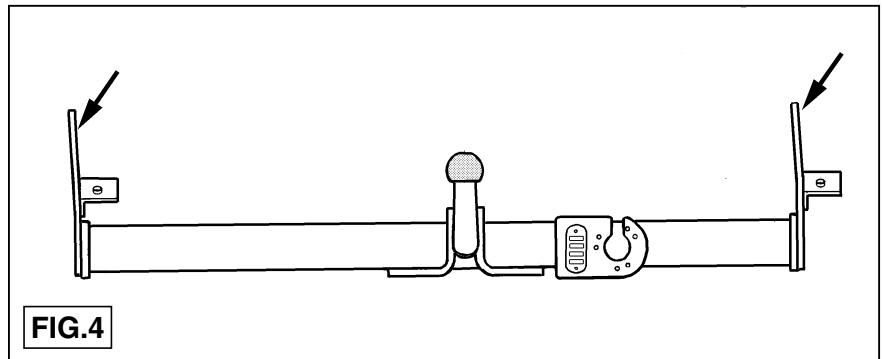

FIG.4
- Plaats bevestigingsplaat A aan de buitenzijde van het linker-chassis en bevestig deze t.p.v. de punten B d.m.v. twee bouten M12x1.25x35 inclusief veer,- en sluitringen handvast. Plaats bevestigingsplaat C aan de binnenzijde van het rechter-chassis en bevestig deze t.p.v. de punten D d.m.v. twee bouten M12x1.25x35 inclusief veer,- en sluitringen handvast. Attentie! Raadpleeg fig.4 voor de juist montage van de bevestigingsplaten A en C.
lock washers. Tighten finger-tight. Warning! Study Figure 4 for the correct fitting of mounting plates A and C.
2. Die Befestigungsplatte A an die Außenseite des linken Fahrgestells anlegen und bei den Punkten B mit zwei M12x1.25x35-Schrauben inklusive Federringen und Unterlegscheiben halbfest anbringen. Die Befestigungsplatte C an die Innenseite des rechten Fahrgestells anlegen und bei den Punkten D mit zwei M12x1.25x35-Schrauben inklusive Federringen und Unterlegscheiben halbfest anbringen. Achtung! Siehe Fig. 4 für die richtige Montage der Befestigungsplatten A und C.
2. Positionner la plaque de fixation A à l'extérieur du châssis gauche et la fixer à l'emplacement des points B à l'aide de deux boutons M12x1.25x36, y compris les rondelles groover et de blocage (sans serrage). Positionner la plaque de fixation C à l'intérieur du châssis droit et la fixer à l'emplacement des points D à l'aide de deux boutons M12x1.25x35, y compris les rondelles groover et de blocage (sans serrage). Positioneer la plaque de fixation E à l'intérieur du châssis droit et la fixer à l'emplacement des points E à l'aide de deux boutons M12x1.25x36, y compris les rondelles groover et de blocage (sans serrage). Consultez la fig. 4 pour le montage exact des plaques de fixation A et C.
- Placera monteringsplattan A på utsidan av chassits vänstra del och montera denna vid punkterna B med två skruvar M12x1.25x35 inklusive fjäder- och planbrickor. Drag åt handfast. Placera monteringsplattan C på insidan av chassits högra del och montera denna vid punkterna D med två skruvar M12x1.25x35 inklusive fjäder- och planbrickor. Drag åt handfast. Observera! Se fig.4 för rätt placering av monteringsplattorna A och C.
- Anbring beslaget A på ydersiden af det venstre chassis og monter dette manuelt med to bolte M12x1.25x35 inklusiv plan- og fjederskiver ved punkterne B. Anbring beslaget C på indersiden af det højre chassis og monter dette manuelt ved punkterne C med to bolte M12x1.25x35 inklusiv plan- og fjederskiver. NB! Jævnfør fig. 4 for korrekt montage af beslagene A og C.